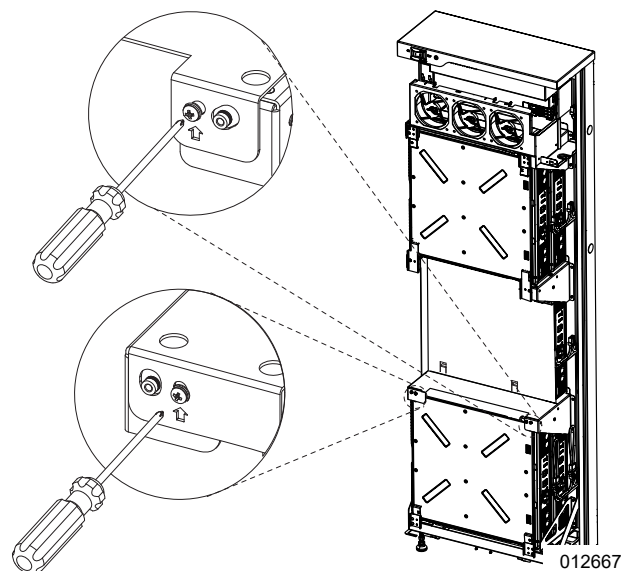

Figura 4-27. Instalación del separador de módulo (3 de 3)
4. Consulte la **Figura 4-27**. Fije el separador con dos tornillos SEMS M4X8 mm y apriete a 13 **lb-pulg.** (1,47 Nm).